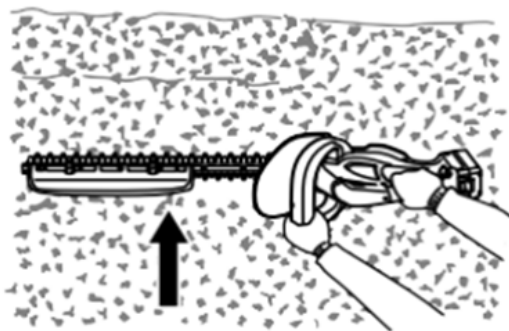

Рисунок 7. Схема бічного підстригання зелених насаджень.
4. Увімкнути кушоріз та виконати заплановані роботи з підстригання зелених насаджень у вертикальній площині. Підстригати боки зелених насаджень під прямим кутом для рівномірного підстригання (дивись рис. 7).